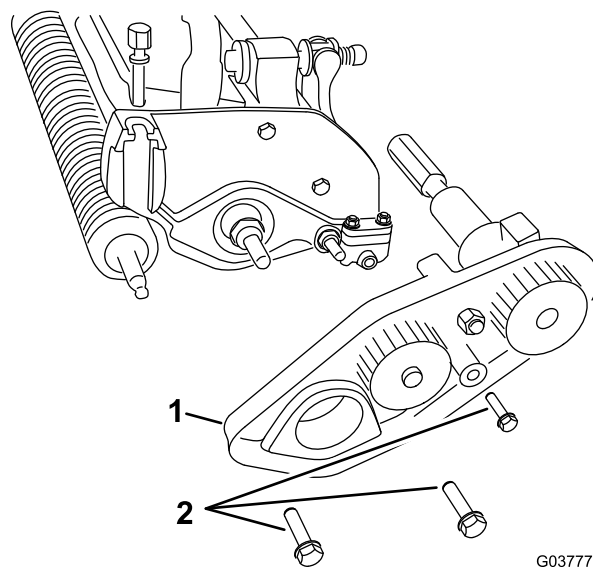

图8
4. 卸下将皮带驱动组件固定至滚刀组如配备的 3 个螺栓拆下整个组件**图8**。